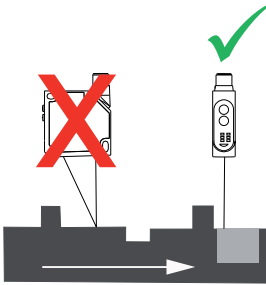

Abb. 7 Lineare Bewegung
- Die Bewegungsrichtung des Objekts sollte quer zur Frontscheibe des Sensors verlaufen (Abb. 7+8).